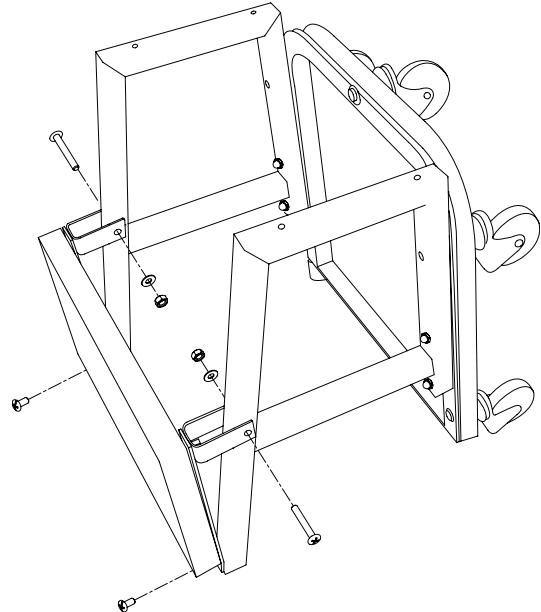

Figura 2: Fijación del asiento de la plataforma rodante
- Fije el asiento de plataforma rodante a los marcos laterales de la plataforma rodante con dos tornillos Phillips M6 x 40, con arandelas y tuercas, y dos tornillos Phillips M6 x 14 como se muestra en la Figura 2.